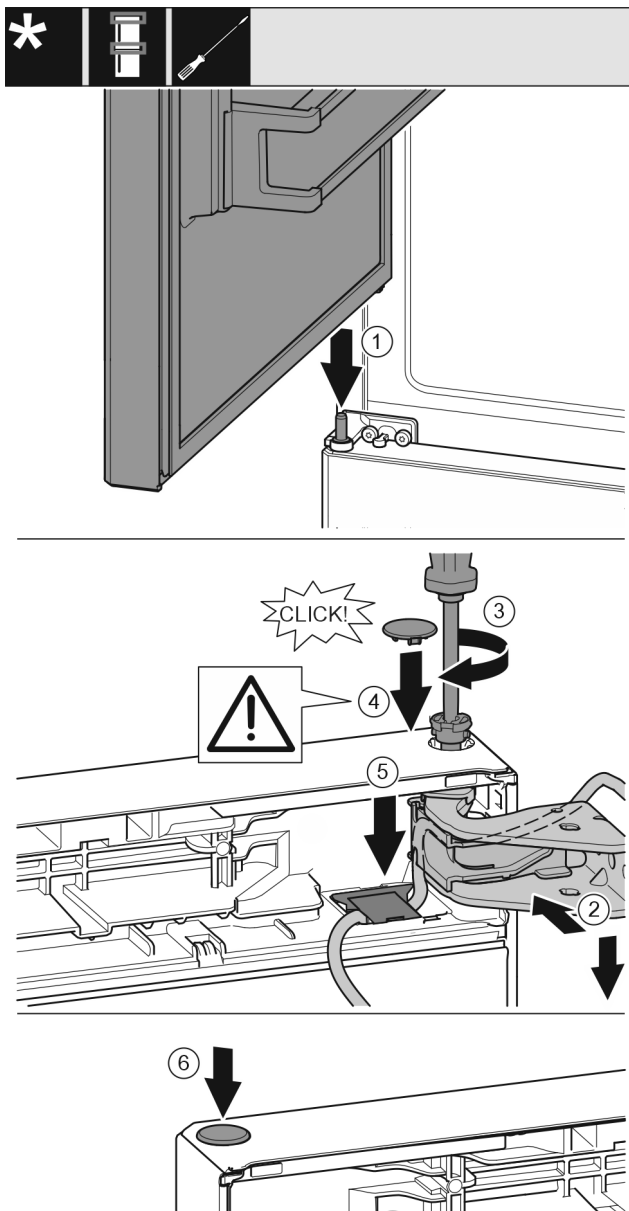

Fig. 42
- Stavite gornja vrata na srednji podložak ležaja Fig. 42 (1)
- Poravnajte gornja vrata prema otvoru u podlošku ležaja. Fig. 42 (2)
- Umetnite svornjak i zavijte odvijačem T15. Fig. 42 (3)
- Montirajte sigurnosni pokrov radi osiguranja vrata: Umetnite sigurnosni pokrov i provjerite naliježe li na vrata. U protivnom u potpunosti umetnite svornjake. Fig. 42 (4)
- Umetnite pokrov i pritišćite ga prema dolje dok se ne uglati. Fig. 42 (5)
- Umetnite čep. Fig. 42 (6)